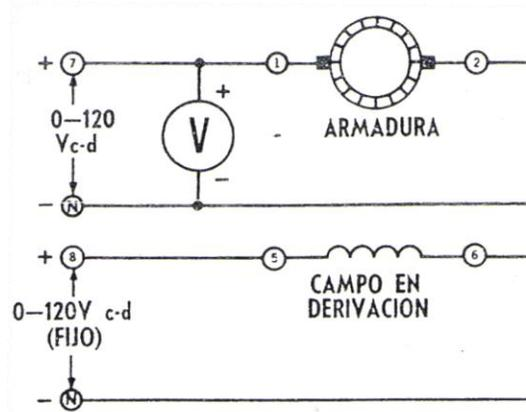

Figura 2-5
19. Conecte el circuito de la **Figura 2-5**. Observe que la armadura está conectada a la salida variable de 0-120V c-d (terminales 7 y N), en tanto que el campo en derivación está conectado a la salida fija de 120V c-d (terminales 8 y N).